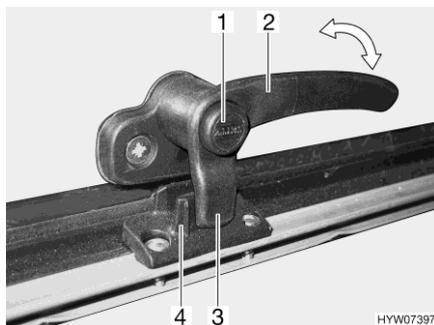
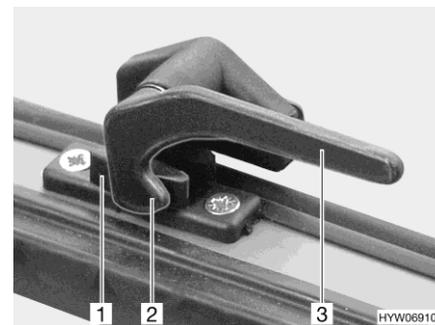

Fig. 118 Leva di serraggio con bottone di sicurezza in posizione "Chiuso"
Fig. 119 Leva di serraggio in posizione "Chiuso"
- Se presente, premere e tenere premuto il bottone di sicurezza (Fig. 118,1).
- Ruotare tutte le leve di serraggio (Fig. 118,2 o Fig. 119,3) di un quarto di giro verso il centro dell'oblò.
- Ruotare tutte le leve di serraggio (Fig. 118,2 o Fig. 119,3) di un quarto di giro verso il telaio. Il nasello di chiusura (Fig. 118,3 o Fig. 119,2) si trova sulla parte interna del bloccaggio dell'oblò (Fig. 118,4 o Fig. 119,1).
- In posizione "Completamente chiusa" (Fig. 118 e Fig. 119)